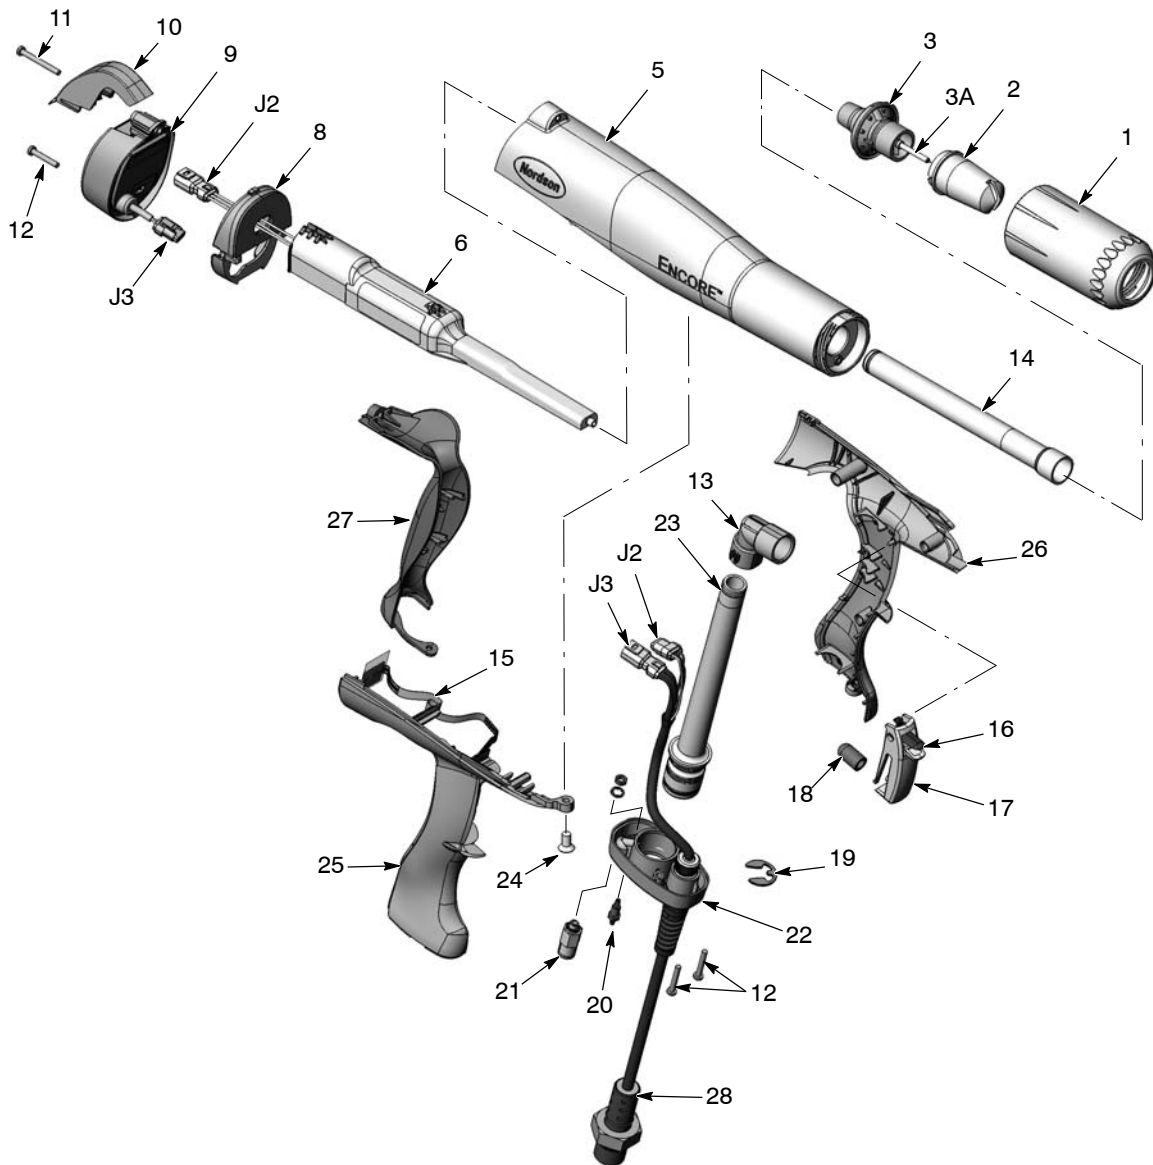
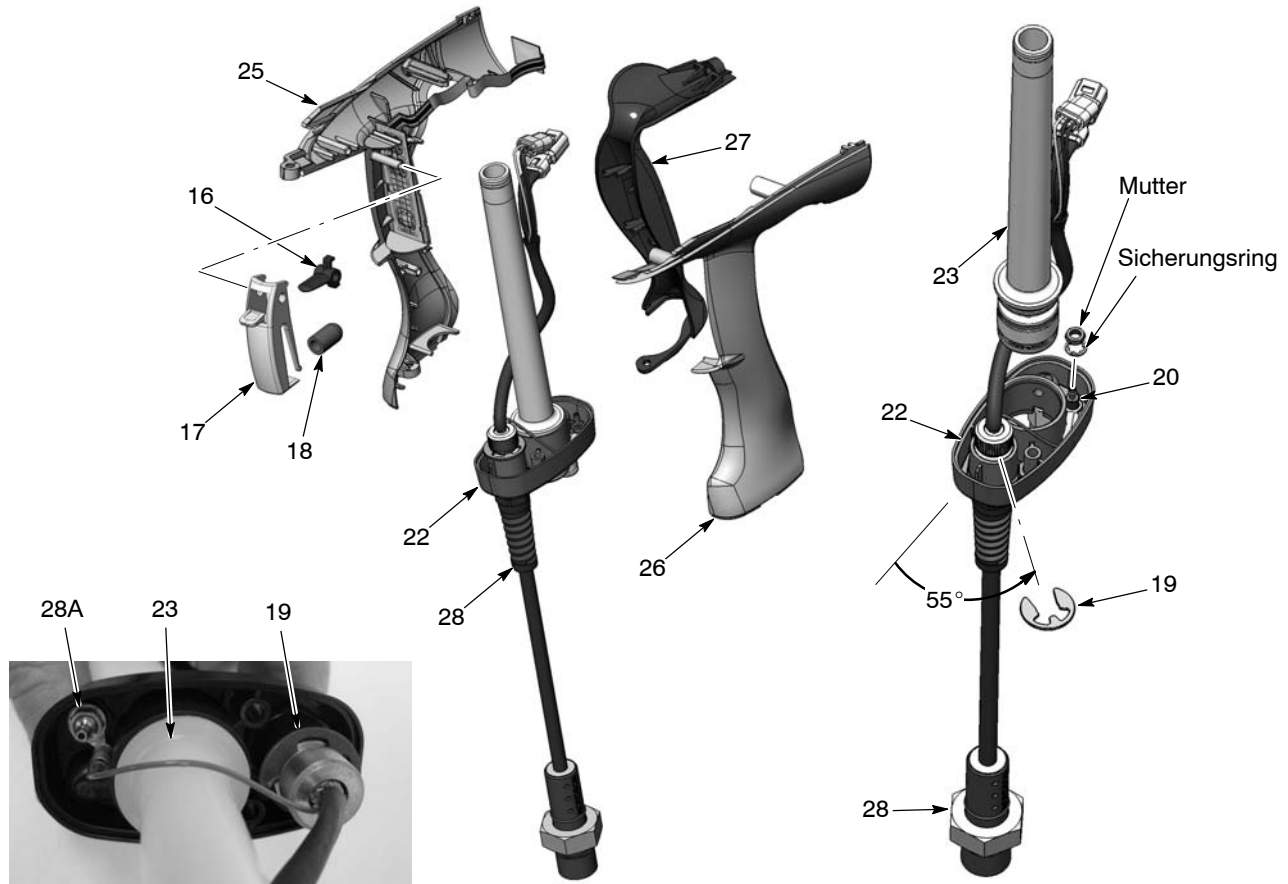
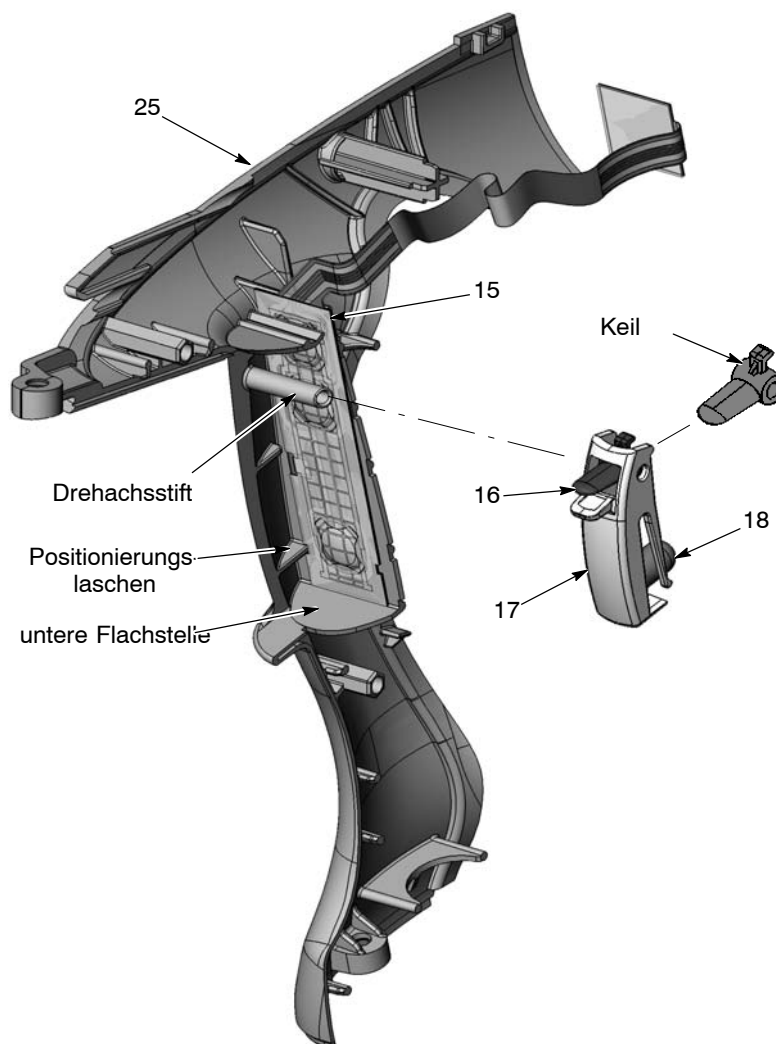

Abb. 5-3 Explosionszeichnung der Sprühpistole (Nummerierung wie in der Ersatzteilliste)
Abb. 5-9 Pistole fertig zerlegen
Abb. 5-10 Auslöserschalter und Auslöser montieren
Siehe Abb. 5-3, 5-4 und die Abb. zu den einzelnen Schritten beim Zerlegen.
12. Siehe Abbildung 5-9. Rechten und linken Griff trennen (25, 26).
14. Pulvereingangrohr (23) mit einer leichten Drehbewegung von der Basis abnehmen.
15. Mit einem 1/4-Zoll Steckschlüssel die Mutter und den Sicherungsring vom Steckanschluss (20) abnehmen und den geschlossenen Kabelschuh des Erdungsleiters vom Anschluss abnehmen.
16. Vorsichtig den Haltering (19) vom Kabel abnehmen (er kann abspringen und verloren gehen), dann das Kabel (28) von der Basis abnehmen.
1. Siehe Abbildung 5-9. Das Kabel (28) durch die Griffbasis (22) führen und mit dem Haltering (19) an der Basis befestigen. Den Haltering im gezeigten Winkel positionieren.
2. Den Doppelsteckanschluss (20) in der Basis installieren und die Erdungsleiterklemme des Kabels auf den Steckanschluss schieben. Den Sicherungsring mit Innenverzahnung und die Mutter am Anschluss installieren und die Mutter anziehen.
3. Wenn das Rückschlagventil (21, Abb. 5-3) abgenommen wurde, dieses auf die Basis schrauben. Das Ventil nicht zu fest anziehen.
4. Das Eingangsrohr mit den installierten O-Ringen (23) in der Griffbasis (22) installieren.
5. Siehe Abbildung 5-10. Wenn abgenommen, den Auslöserschalter (15) an der Flachstelle der rechten Griffhälfte (25) installieren. Dabei die Positionierungslaschen und untere Flachstelle zum Ausrichten des Schalters verwenden. Fest auf den Schalter drücken, um ihn in seiner Position zu befestigen.
6. Den Aktor (18) am Vorsprung des Hauptauslösers (17) anbringen. Ausrichtung des Keils des Auslöserschalters (16) beachten, dann in den Hauptauslöser einschieben. Die Drehlöcher in den Auslösern ausrichten, dann die Auslöser auf den Drehachsstift auf der rechten Griffhälfte schieben.
10. Siehe Abbildung 5-9. Das Erdungsstück (27) hinter den Aufnahmelaschen an der Hinterseite der Griffhälften einhaken und das Erdungsstück in seine Position gegen die Griffbaugruppe drehen.